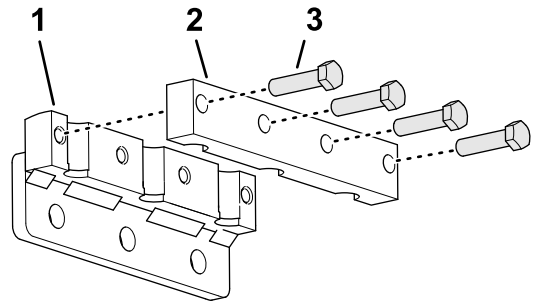

图 40
1. 用 4 个螺栓 3/8 x 1-1/2 英寸将打孔针夹具松松地组装到打孔针夹头上 图 40。切勿将螺栓拧得过紧。